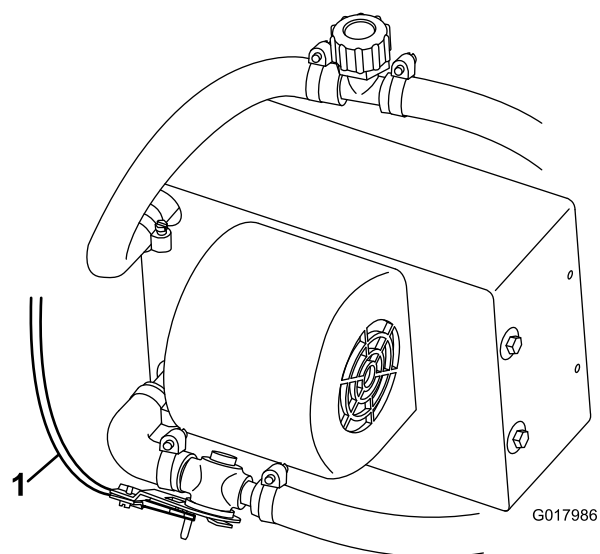

Figure 18
- Acheminez et connecte le câble de commande de chauffage à la vanne de chauffage (Figure 18).